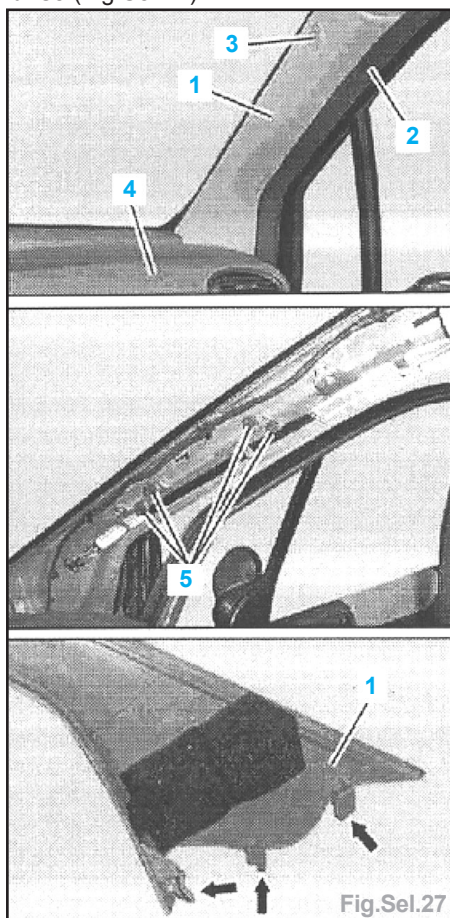

Fig.Sel.27
**la garniture D et G de montant de pare-brise (Fig.Sel.27) :**
**la garniture D et G de montant de pare-brise** (Fig.Sel.27) :
- au positionnement correct des agrafes de fixation (5),
- au positionnement correct des pattes (flèches) dans la planche de bord (4).